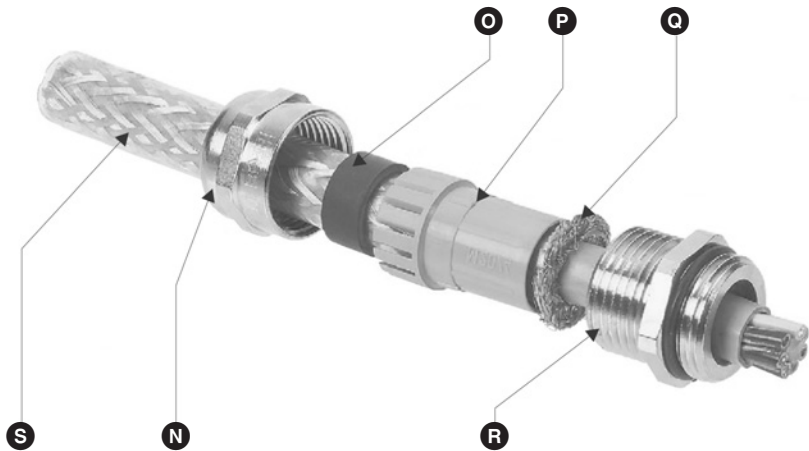

Fig. 10
3. Hutmutter **N** der Kabelverschraubung **C** abschrauben und Lamelleneinsatz **P** herausnehmen. **Fig. 10**